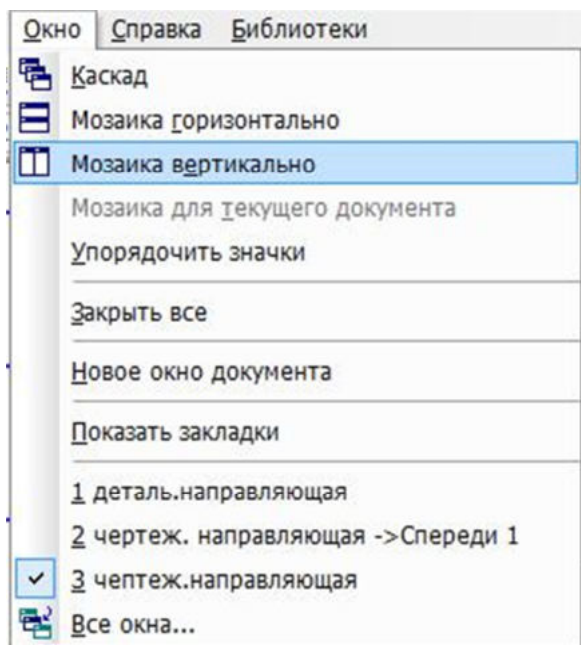

Рис. 22
- Строка **Меню – Окно – Мозаика вертикально** (рис. 22). На экране появились два окна.